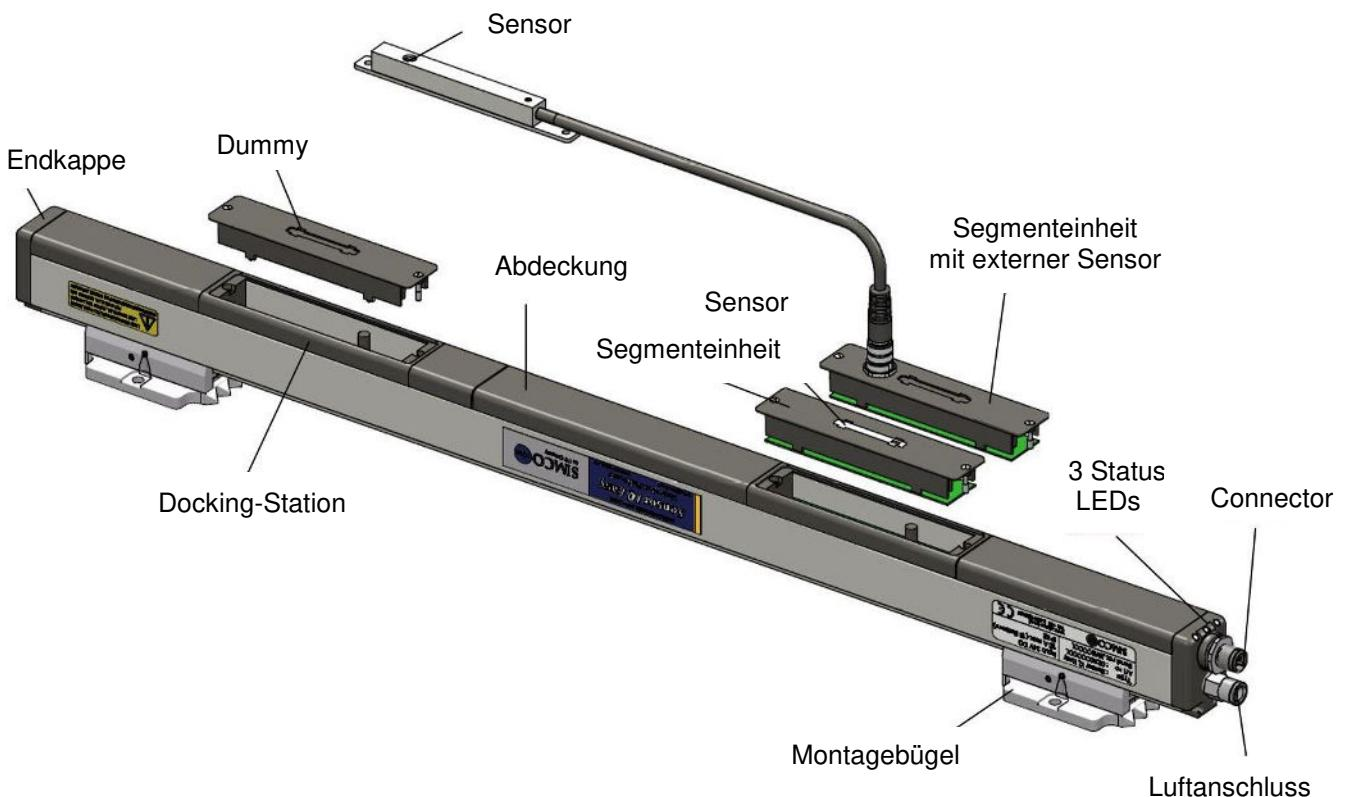

Abbildung 2: Aufbau Sensor IQ Easy
- Wenn mehrere Segmenteinheiten mit externen Sensoren (siehe Abbildung 2) eingesetzt werden und die externen Sensoren von den Segmenteinheiten entkoppelt sind, müssen Sie darauf achten, dass beim Anschließen die Segmenteinheiten und die externen Sensoren dieselbe Seriennummer haben. Sie sind nämlich als Set kalibriert.